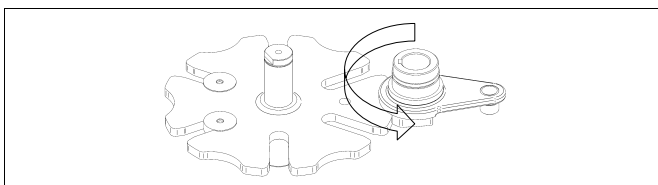

рис. 37 Рычаг мальтийской шестерни повернут на 90° обратно в положение наладки
- 7) Поверните рычаг мальтийской шестерни на 90° наружу в исходное положение (см. **рис. 37** и монтажные чертежи 7258721E und 7258732E).